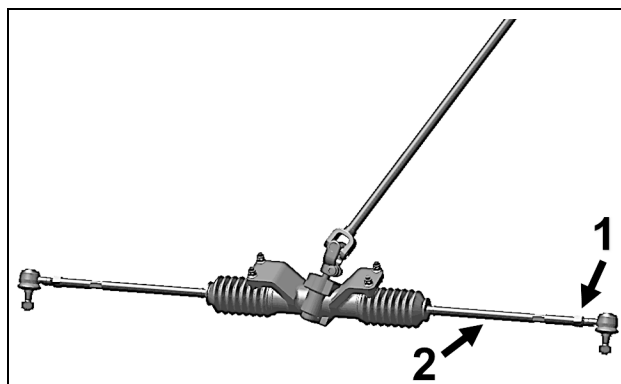

Figure 21
Pour effectuer l'ajustement sur le VCC, premièrement débloquer l'écrou (1) de chaque tige d'accouplement (2) de la direction, visser ou dévisser ensuite la tige d'accouplement (2) d'un nombre de tours égal des deux côtés du véhicule. Voir la Figure 21.